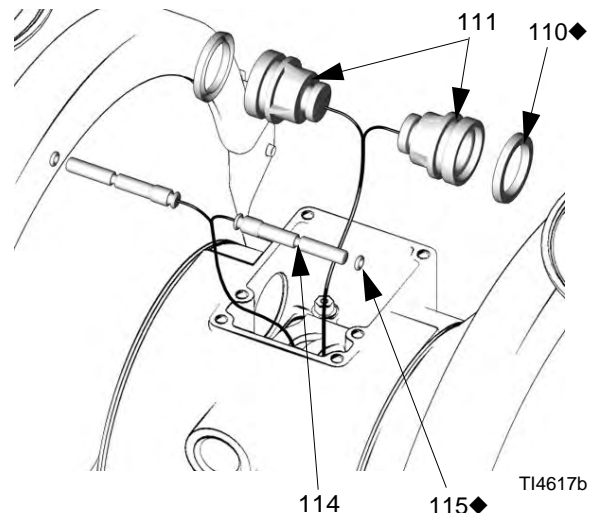

ABB.8
4. Die beiden Stellmotorkolben (111) herausziehen. Die Rillendichtungen (110) von den Kolben abziehen. Die Führungsstifte herausziehen (114). Die O-Ringe (115) von den Führungsstiften abziehen. Siehe ABB.8.